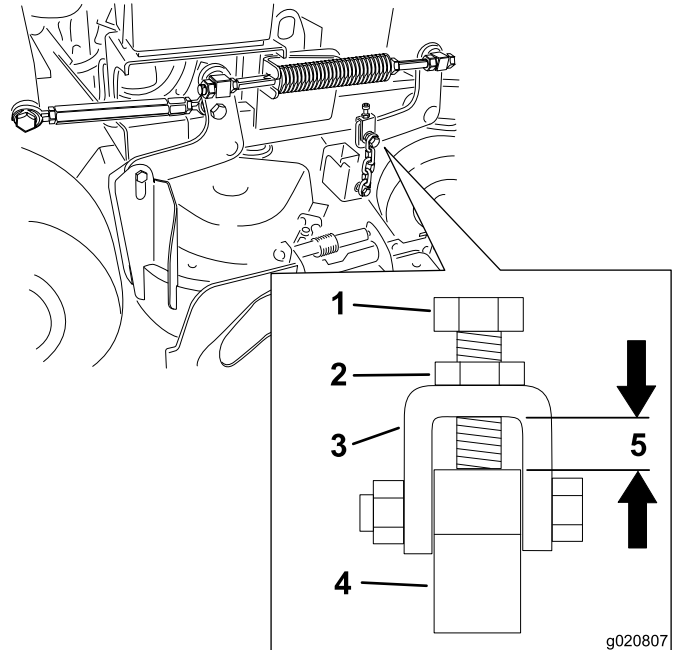

Figure 83
10. Contrôlez la distance entre la chape et le bras de support du plateau sur chaque chape. L'écart doit être de 11 mm. Voir Figure 83.
12. Desserrez l'écrou de blocage et ajustez le boulon de réglage de sorte à obtenir la distance correcte, indiquée à la Figure 83.